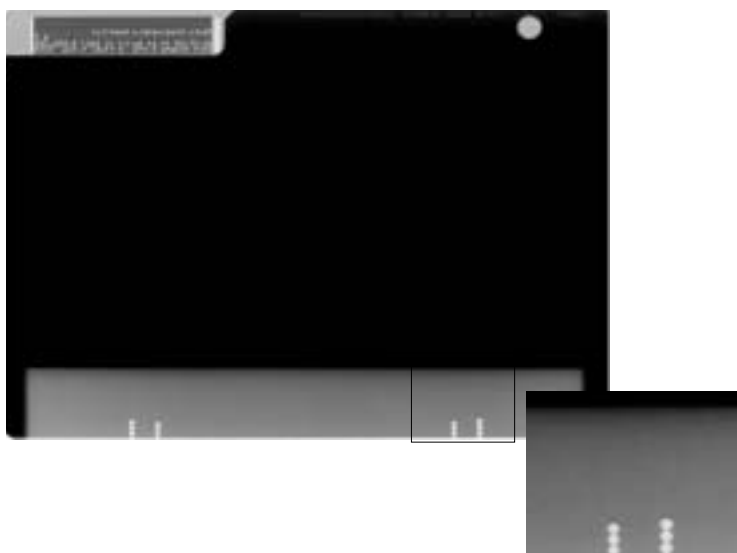

図 22 胸壁端付近の画像欠損の評価
(4) 評価
- ・カセットホルダ上 42.5 mm および 2.5 mm にある乳房内組織が X 線画像に描出されない部分が 6 mm 以内であること (フィルム上に鉄球が 2 個以上描出されていること) (図 22, 23)。